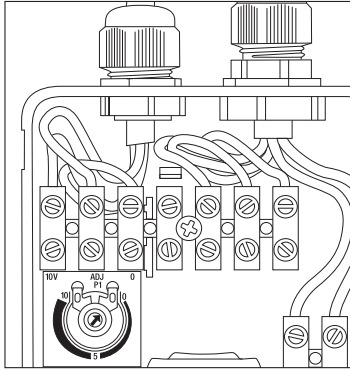

Bild 1
- Varvtalsreglering av EC-motor kan göras med den inbyggda potentiometern – 0-10 V. Bild 1 & 2